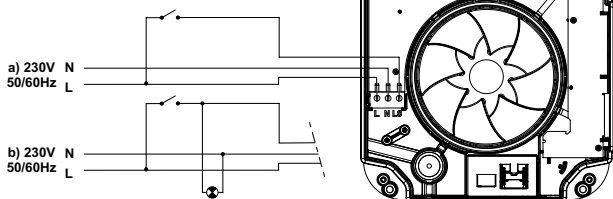

Fig. 6
IMPORTANTE: Los cables de alimentación han de pasar por el pasacables y el sistema de retención según las indicaciones 5 y 9 de la Fig. 2. La sección del cable alimentación mínima debe ser de 0,5 mm². La conexión se debe hacer con dos hilos o tres hilos para forzar el encendido del producto a través del Ls, según muestran las Fig 6 y 7, en función de la versión.
- **Versión ST:** Dispone de varios modos de funcionamiento para velocidad lenta o rápida y un temporizador. La versión ST se tiene que conectar según muestra la Fig. 6. con tres hilos para poder pasar de velocidad baja a velocidad alta (mediante interruptor externo y Ls).